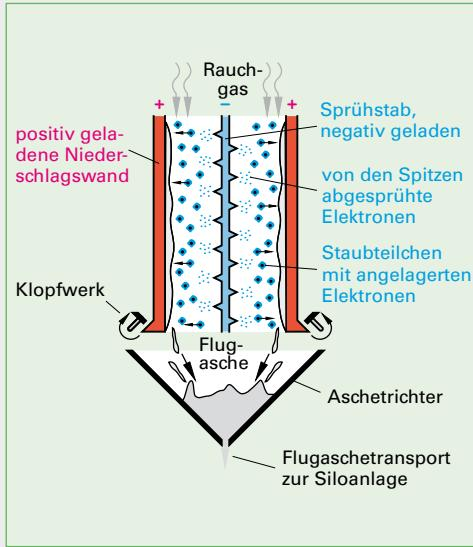

Bild 1: Funktionsschema eines Elektrofilters
- Elektrofilter (Bild 1)**, z.B. in Kraftwerken, nutzen eine Eigenschaft der elektrischen Ladungen für die Flugascheabscheidung aus. Erklären Sie das Wirkungsprinzip des Elektrofilters.